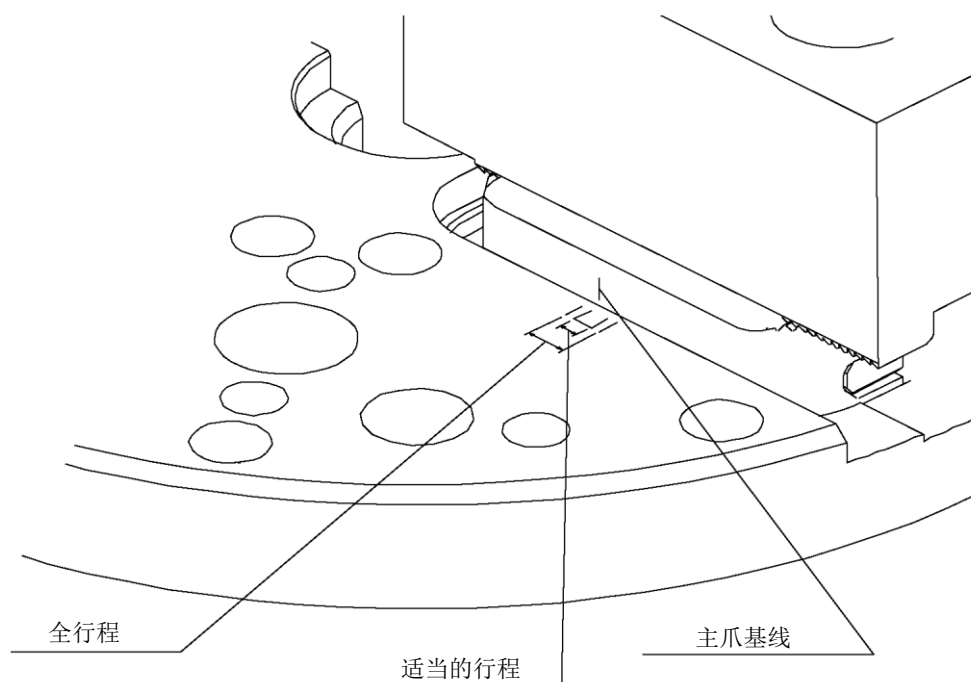

图 17
- 如图 17 所示，应确认 No.1 主爪侧面的基线标记在全行程范围内。作业前或加注润滑脂时，每天应使卡爪进行一次以上全行程动作进行确认。若因牵拉螺钉松弛等超出了全行程范围，可能无法夹紧工件，造成工件飞出，非常危险。